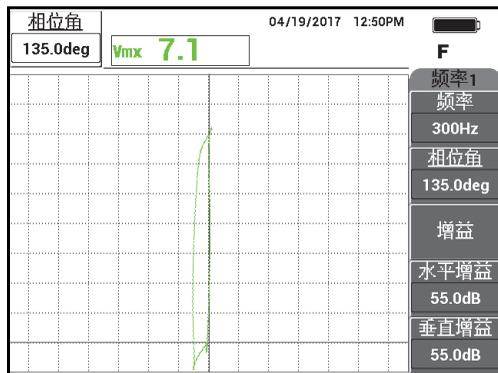

图 5-236 调节信号的相位
- 按相位角键 (  ), 然后旋转信号, 直到 60 % 壁厚减薄凹槽的信号变成垂直方向 (参见第 276 页的图 5-236)。